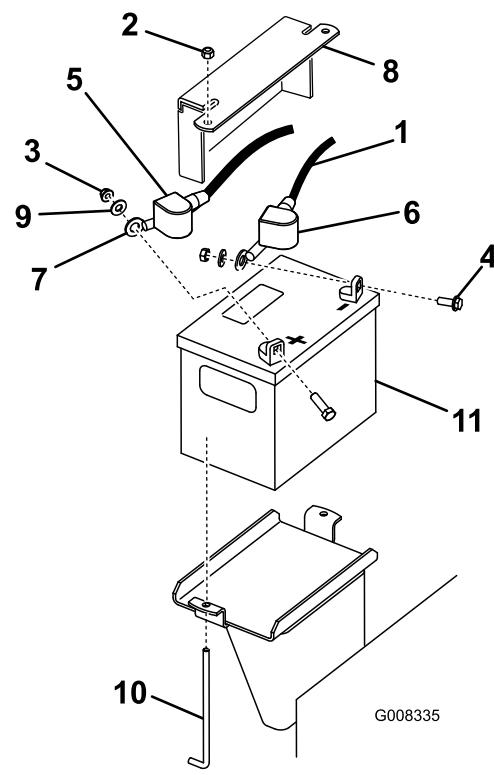

Figura 39
3. Levante la cubierta de goma negra del cable negativo. Desconecte el cable negativo del borne negativo (-) de la batería (Figura 39).
4. Retire la cubierta de goma roja del borne positivo (rojo) de la batería. Luego retire el cable positivo (rojo) de la batería (Figura 39).
5. Retire la pletina de sujeción, los pernos en J y las contratuerzas que sujetan la batería (Figura 39), y retire ésta.
1. Coloque la batería en la máquina (Figura 39).
3. Conecte primero el cable positivo (rojo) al borne positivo (+) de la batería con una tuerca, una arandela y un perno (Figura 39). Deslice la cubierta de goma sobre el borne.
4. Luego conecte el cable negativo y el cable de tierra al borne negativo (-) de la batería con una tuerca, una arandela y un perno (Figura 39). Deslice la cubierta de goma sobre el borne.